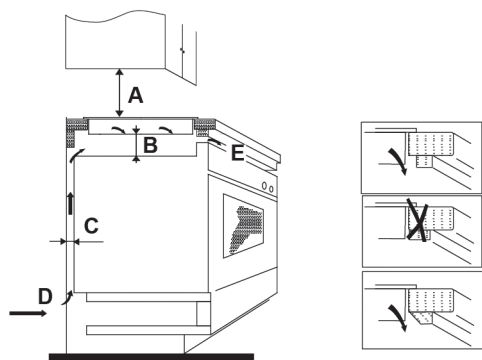

Рис. 4
**В случае если под керамической варочной поверхностью с сенсорной панелью управления расположена встроенная духовка или любой другой прибор, нагревающийся во время работы, необходимо обеспечить такие условия, чтобы температура в районе расположения сенсорной панели не превышала 60°C. Для этого необходимо предусмотреть зазор между нижней частью варочной поверхности и прибором в 40 мм (рис. 4). Невыполнение этого требования, может нарушить работу сенсорной панели управления.**